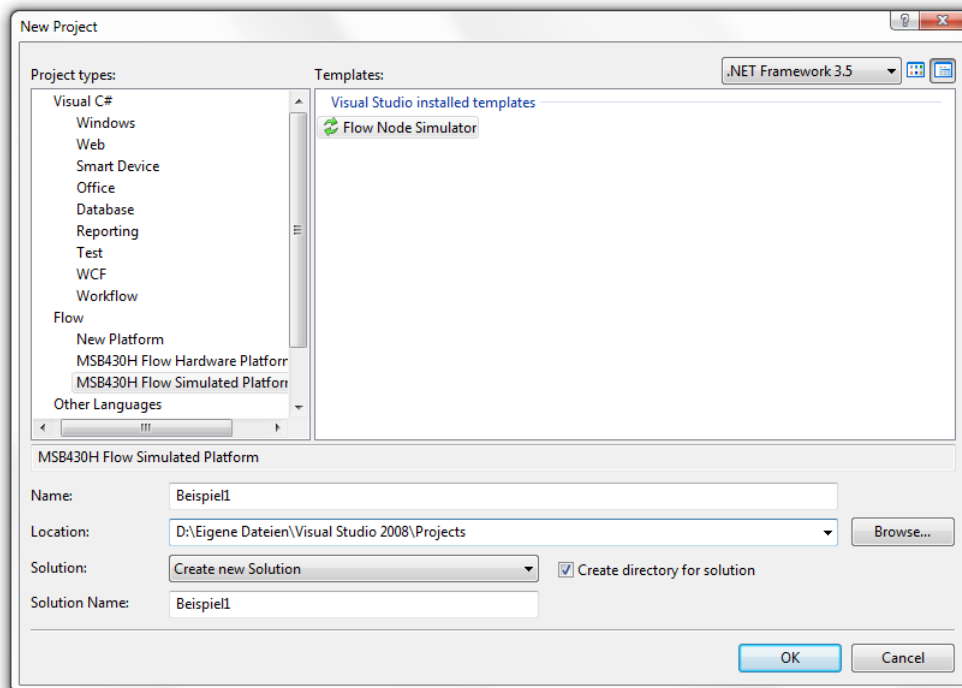

Abbildung 5.1 – Erstellen eines neuen *Flow*-Projektes, hier mit dem Namen „Beispiel1“.
- ⇒ Legen Sie nun ein neues Projekt des passenden Typs an. Unter *Name* geben Sie den Namen „Beispiel1“ für diese zu modellierende Anwendung ein. Das neue Projekt wird innerhalb einer sogenannten *Solution/Lösung* angelegt. Dieser können im Verlauf noch weitere Projekte hinzugefügt werden. Im Eingabefeld *Solution Name* können Sie der Solution einen weiteren, übergeordneten Titel geben (*siehe Abbildung 5.1*). Den Titel bitte später nicht mehr ändern, sonst kommt es zu Problemen!